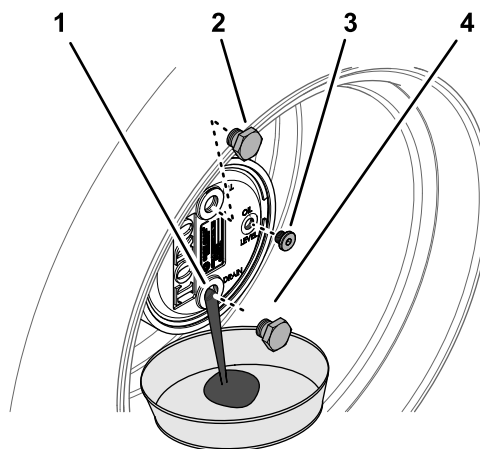

Figure 128
2. Retirez le bouchon de remplissage à la position 12 heures et le bouchon de contrôle à la position 3 heures (Figure 128).
3. Placez un bac de vidange sous le moyeu du train planétaire et enlevez le bouchon de vidange à la position 6 heures pour permettre la vidange complète de l'huile (Figure 128).
5. Remettez le bouchon de vidange dans l'orifice de vidange du carter de planétaire (Figure 128).